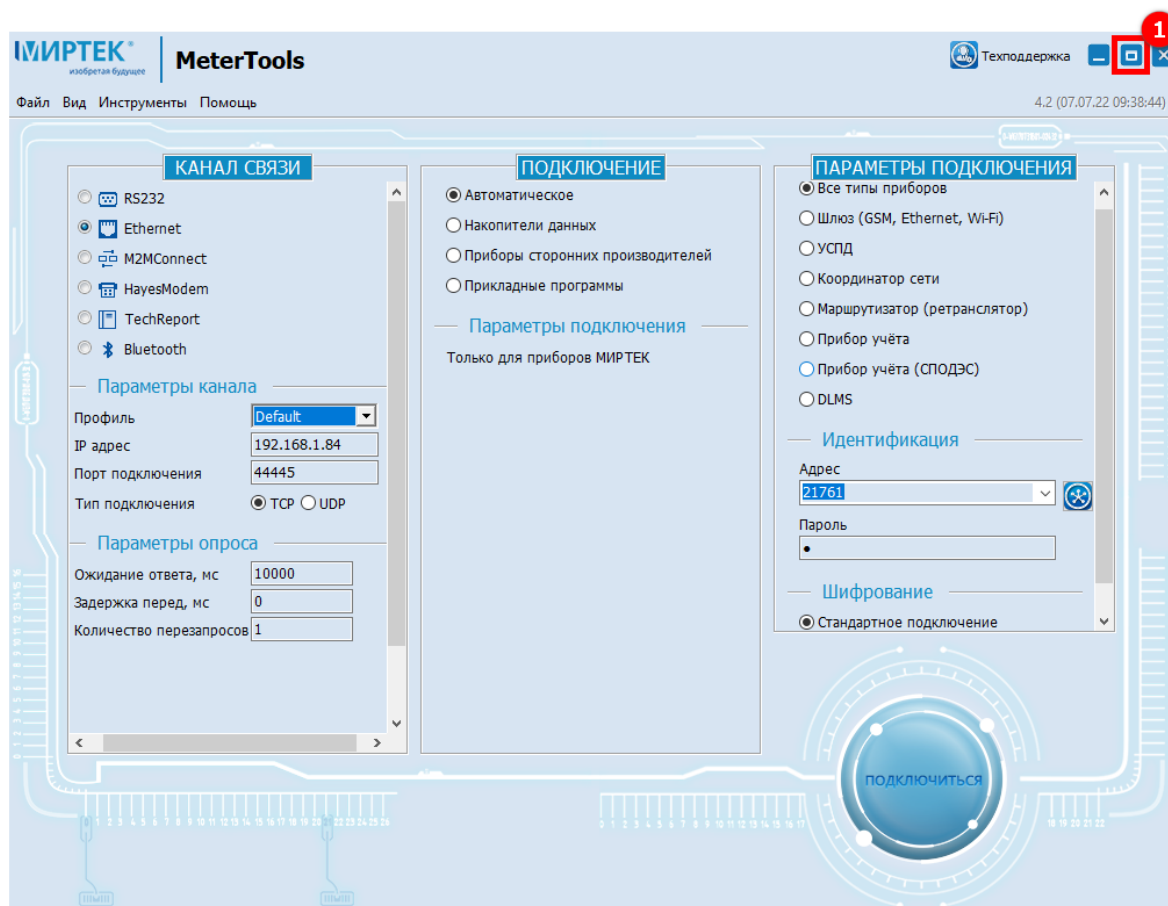

Рисунок 15 – Настройка масштабирования программы
Раздел позволяет настроить основное окно программы, в части отображения панели инструментов и меню программы (см. рисунок 15).
Для возврата отображения программы на весь экран необходимо нажать на кнопку **Развернуть** в правом верхнем углу окна (1) (см. рисунок 15).